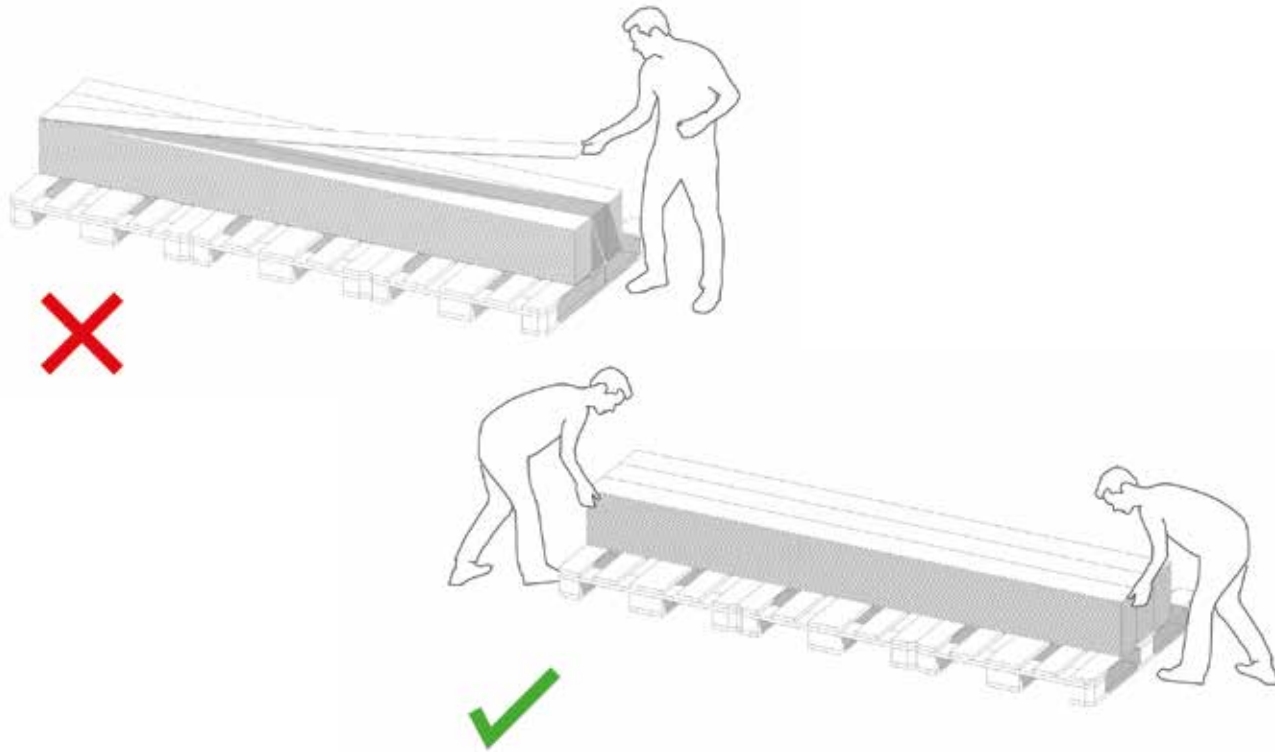

fig. 7 – Dra inte plankorna mot varandra- lyft plankorna rakt upp
- Lyft plankorna rakt upp, dra inte plankorna mot varandra (se fig. 7)